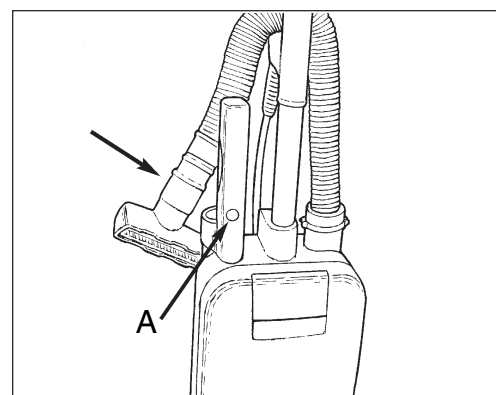

Figura 16
**NOTA:** Presione el botón en la empuñadura de la varilla para liberar la manguera de la varilla (consulte la figura 16, ítem A).